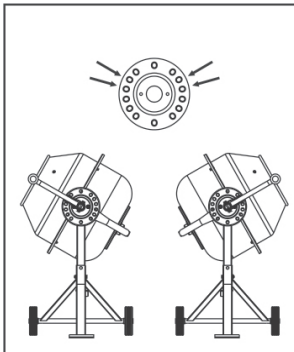

Abb.14
- Positionieren Sie die Achse der Trommel für das Beladen mit Beton wie in Abb.14 dargestellt.